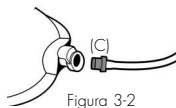

Figura 3-2
3. Se pretender uma ligação direta à vesícula de hidratação, monte a segunda união branca (C) na extremidade do tubo de saída. Funciona em muitos dos sistemas de hidratação mais vendidos. (Figura 3-2)